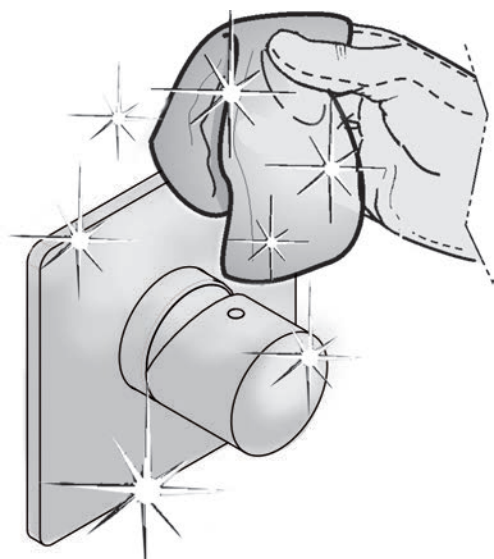

Fig. 16
- Con un panno, eseguire una accurata pulizia. (Fig. 16)
- Use a rag to clean thoroughly (Fig. 16).